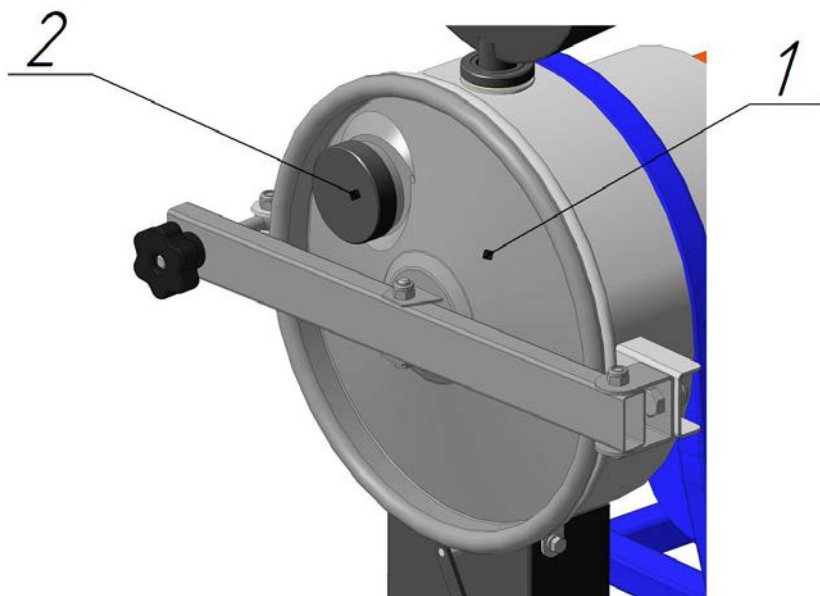

Рисунок 11. Крышка
2.3.1.9 Подать исходный материал в ротор. Контроль за работой концентратора осуществляется путем визуального наблюдения через смотровое окно (2) в крышке (1) кожуха (рис. 11). При нормальной работе концентратора должны быть видны все или часть белых рифлей конуса.